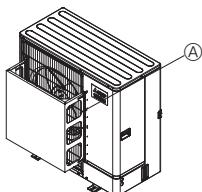

Fig. 2-3
- Ünite, tayfun ve başka nedenlerden oluşan güçlü rüzgarların doğrudan havayı çıkışa girebileceği bir yere monte edilmesi, isteğe bağlı olarak sağlanan bir hava kılavuzu monte edin. (Fig. 2-3)